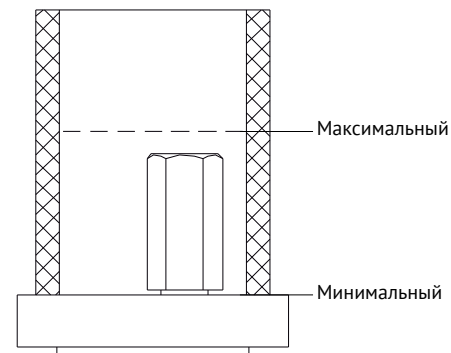

Рис. 3. Уровень заливки рабочей жидкости в стакан
7.7 Плавными движениями, производите накачивание ручным насосом. Величина создания давления ручным насосом зависит от диапазона измерения установленных СИ, но не должна превышать 3 МПа. Во время накачивания будет происходить уменьшение уровня рабочей жидкости в стакане. Следите, чтобы уровень жидкости не упал ниже минимальной отметки (Рис. 3).